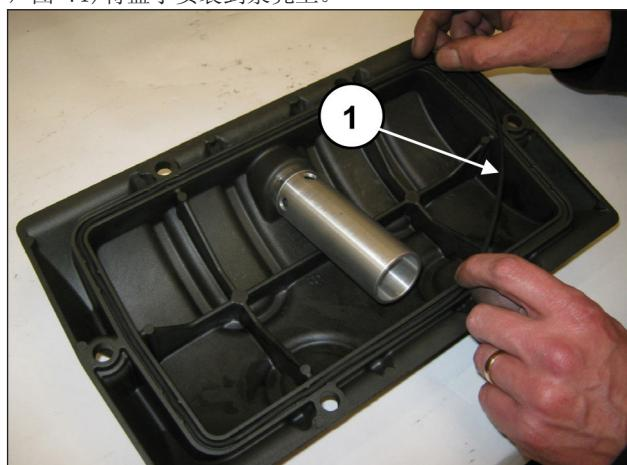
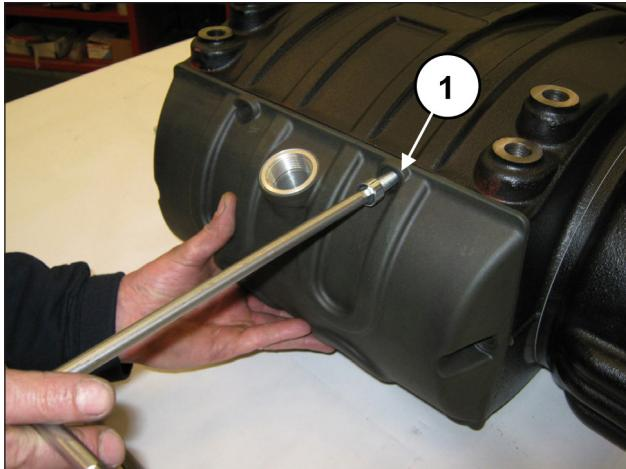

图 70
图 71
将O形圈插入后盖(①, 图 70)并使用6个M10x30螺栓(①, 图 71)将盖子安装到泵壳上。